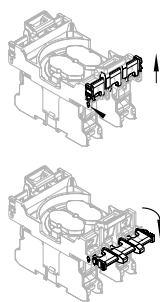

Fig. 12
2. Portacontactos desmontado y apertura del seguro de contacto (véase fig. 12): Elevando los dos seguros de contacto, éstos se soltarán del enganche y podrán ser plegados 90°. Solamente a continuación es posible desmontar los elementos de contacto o luminosos.